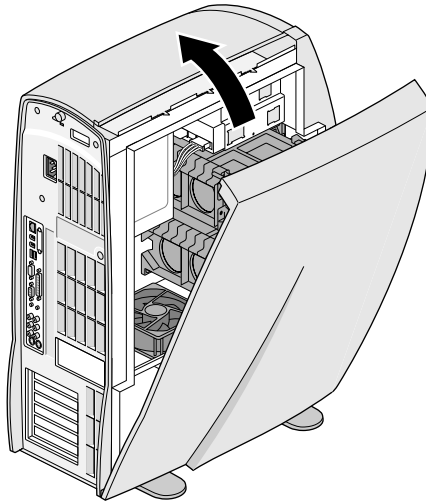

Figure 2-8 Repositionnement du volet latéral
1. Insérez les languettes situées dans la partie inférieure du volet latéral dans les encoches au bas du châssis (voir Figure 2-8).